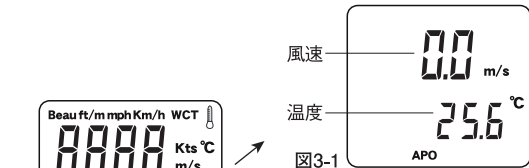
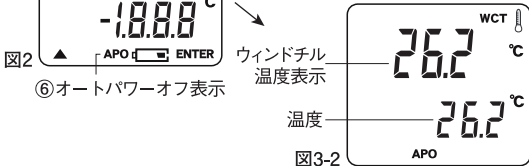

図3-1
図3-2
(2)"▲"ボタン③を押して表示部②の測定表示項目の切り替えをします。"▲"ボタン③を押すごとに図3-1↔図3-2と表示が切り替わりますので測定する項目に設定してください。
"On"または"OFF"が点滅している時に、"▲"ボタン③を押すと設定の切り替えができます。"On"または"OFF"を選択し、"MODE"ボタン④を押してください。図2が表示された後で、図3-1、又は図3-2が表示され、測定モードに戻ります。
※上部各機能はウィンドチル温度表示モード中(図3-2)でもご使用いただけます。